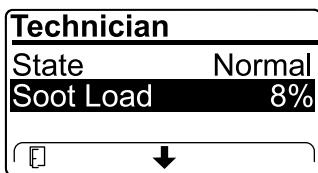

Figura 46
- Vea la carga de hollín que se mide como porcentaje de hollín en el DPF(Figura 46); consulte la tabla de carga de hollín.